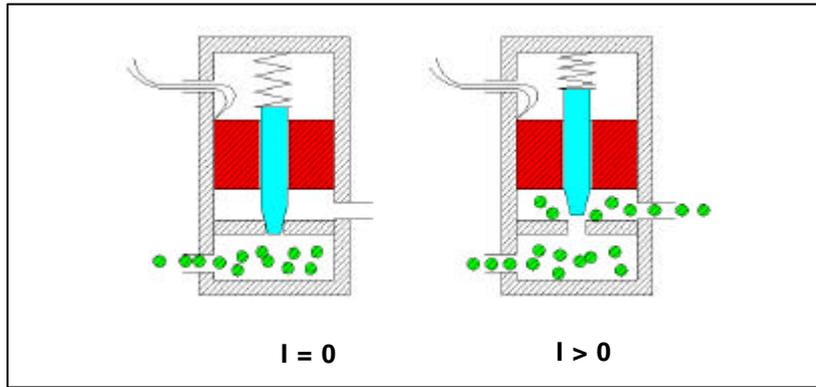

Figura 4.2: Servo-válvulas de fluxo. (I = corrente)
A Servo-válvula de fluxo converte o sinal de corrente em fluxo, quando houver um gás pressurizado em sua entrada. Na Figura 4.2 observa-se que ao se manter a corrente aplicada à válvula em zero, o fluxo em sua saída é zero, pois o seu estado natural é NORMALMENTE FECHADO (NF). O que mantém a válvula fechada é uma mola calibrada que exerce força suficiente para que a agulha mantenha a passagem do gás fechada. Ao aplicar uma corrente à agulha, comprime a mola permitindo a passagem de gás da entrada para a saída.